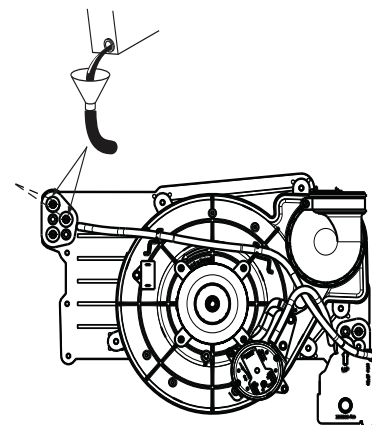

Fig. 60 – Amorçage du siphon de condensat
1. Retirez les bouchons de vidange central et supérieur de la boîte collectrice, à l'opposé du siphon de condensat. Consultez la Fig. 60.